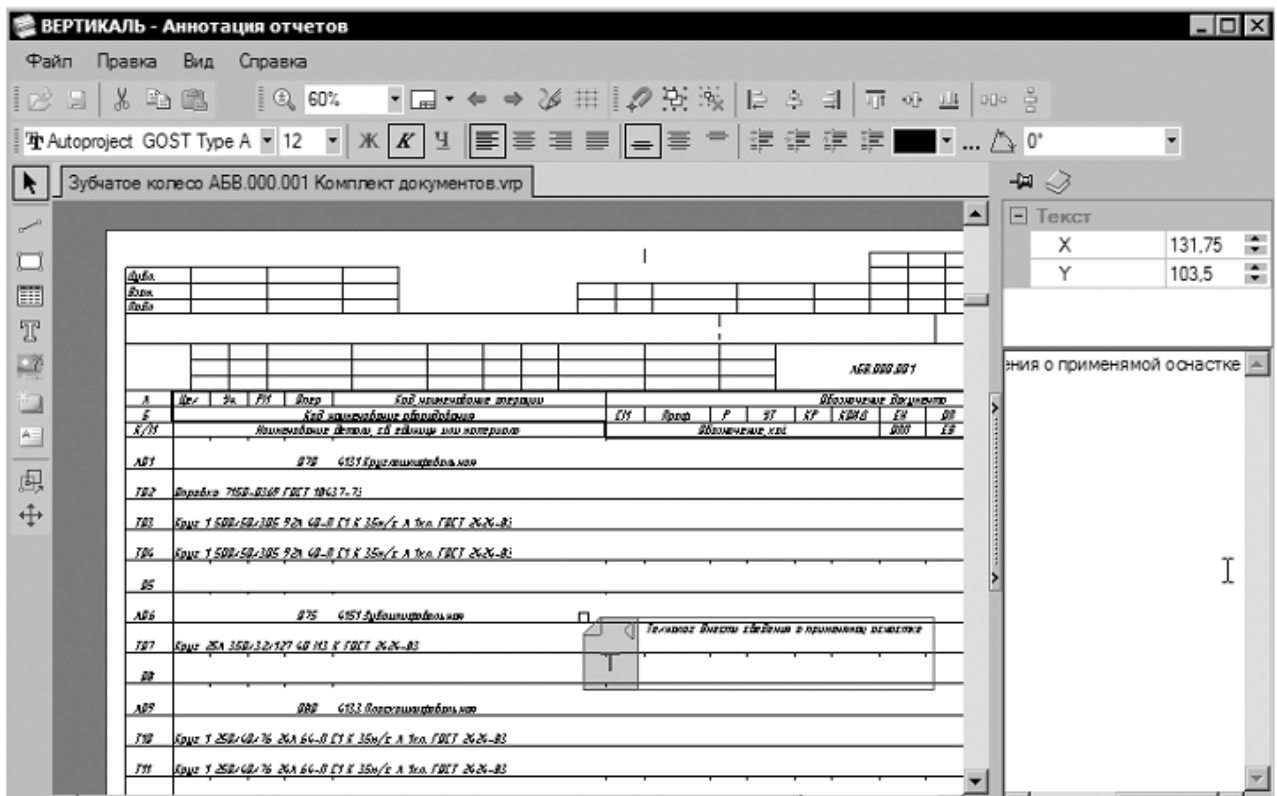

Рисунок 5
21. Перейдите на страницу 5 (ведомость оснастки). Нажмите кнопку **Аннотация** и щелкните левой кнопкой мыши напротив операции 075 **Зубошлифовальная** (рис. 5). Введите в окне справа следующий текст аннотации «Внести сведения о применяемой оснастке».